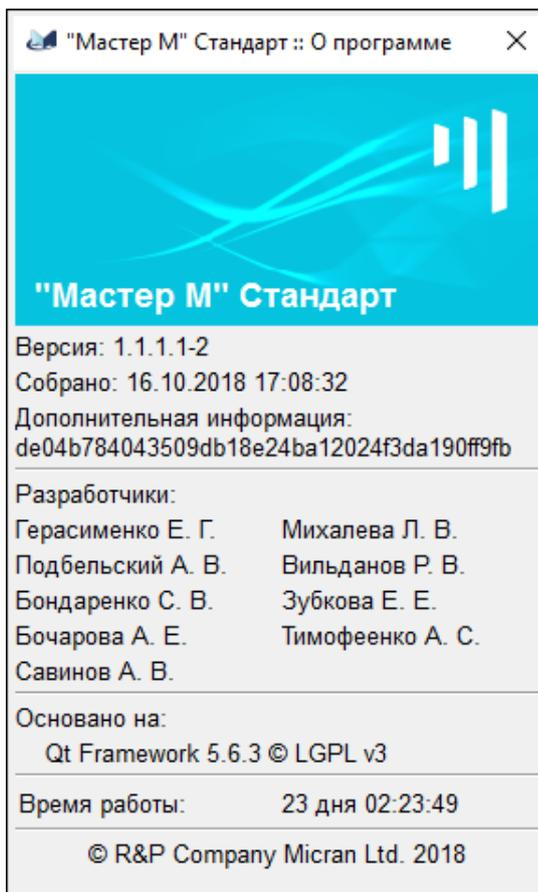

Рис. 112
8.1. С помощью элемента главного меню "О программе" можно вызвать окно с общей информацией о выпуске СПО "Мастер М"(рис. 112).